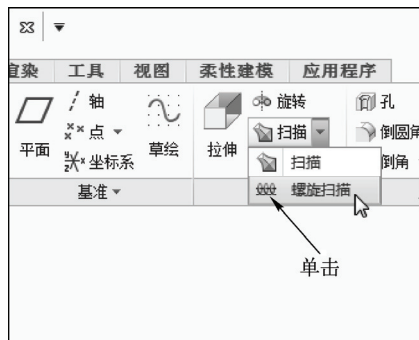

图 6-49 单击“螺旋扫描”按钮
STEP 02 在功能区选项板的“模型”选项卡中, 单击“形状”面板中“扫描”右侧的下拉按钮, 在弹出的列表框中单击“螺旋扫描”按钮, 如图 6-49 所示。